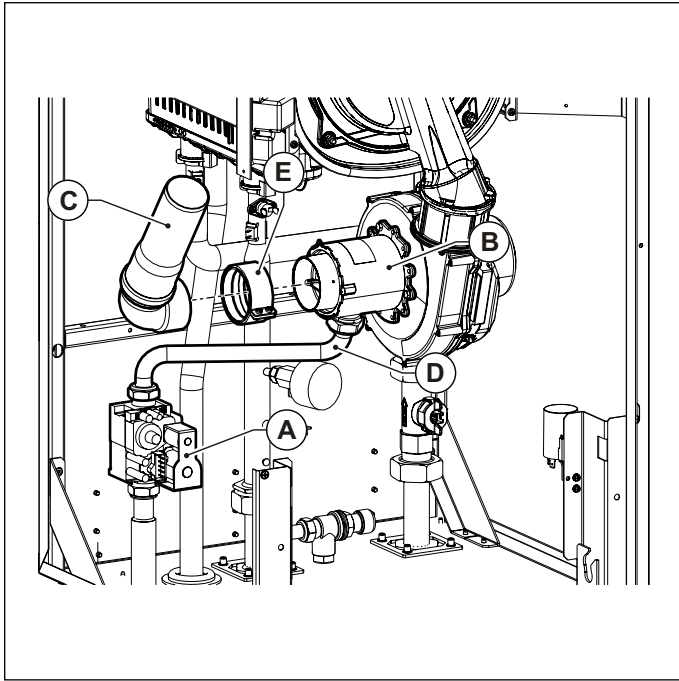

Fig. 37 Silenciador de aspiración
- Desmontar el silenciador de aspiración **C** extrayéndolo del mezclador. (ver Fig. 37 Silenciador de aspiración).
- Desconectar el tubo de gas **D** del mezclador **B** (ver Fig. 37 Silenciador de aspiración).
- Conectar el tubo del gas **D** al mezclador (ver Fig. 37 Silenciador de aspiración).
- Volver a montar el silenciador de aspiración **C** en el mezclador. (ver Fig. 37 Silenciador de aspiración).